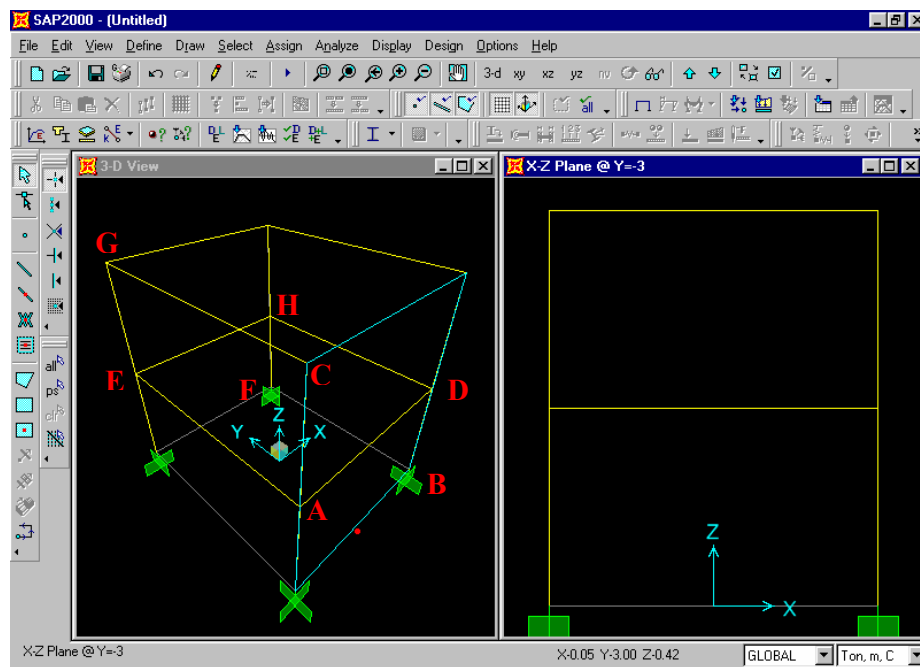

Figura B-3 Etiquetas en nudos para dibujar los brazos diagonales.
14. Mover el puntero del mouse sobre el nudo etiquetado **A** en la figura B-3 y hacer clic en el botón izquierdo. Notar que cuando el puntero del mouse está cerca del nudo “se atrapa al nudo” y aparece un cuadro que dice **Point**. Este es el efecto de la propiedad *Snap to Points and Grid Intersections*.
Mover el puntero del mouse cerca del nudo etiquetado **B** en la figura B-3 y hacer clic en el botón izquierdo para dibujar el brazo diagonal en un paño.
18. De la misma forma dibujar los brazos diagonales entre los nudos etiquetados C y D, E y F y G y H en la figura B-3.
15. Mover el puntero del mouse sobre el nudo etiquetado **A** en la figura B-3 y hacer clic en el botón izquierdo. Notar que cuando el puntero del mouse está cerca del nudo “se atrapa al nudo” y aparece un cuadro que dice **Point**. Este es el efecto de la propiedad *Snap to Joints and Grid Points*.
16. Mover el puntero del mouse cerca del nudo etiquetado **B** en la figura B-3 y hacer clic en el botón izquierdo para dibujar el brazo diagonal en un paño.